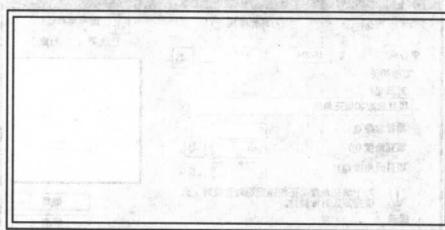

图 6-2 绘制并偏移矩形
2. 选择“绘图”/“矩形”命令，绘制一个尺寸为 700mm×350mm 的矩形。再选择“修改”/“偏移”命令，将矩形向内偏移 10mm，如图 6-2 所示。